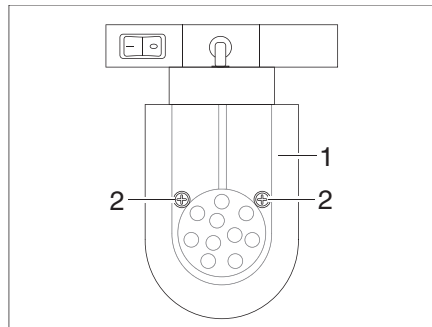

Bild 398 LED-spotlight (förskjutningsbar)
- Lossa fästskruvarna (Bild 398,2).
- Ta försiktigt bort lampglaset (Bild 398,1).